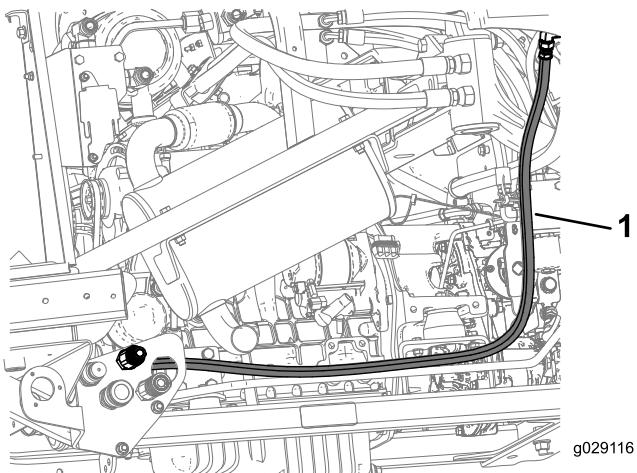

Bild 25
- Befestigen Sie den Hydraulikschlauch A vom 90°-Anschlussstück (3/8" x 3/8", Außengewinde) am Schottanschlussstück (2,57") am Schnellkupplungsanschlussstück (1/2", Innengewinde x 1/2", Außengewinde) am Schott, wie in Bild 25 abgebildet.